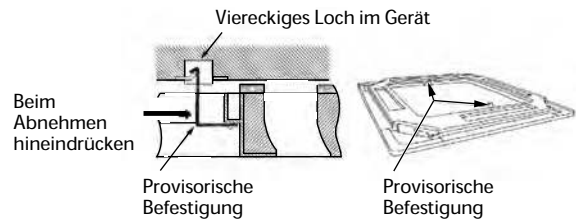
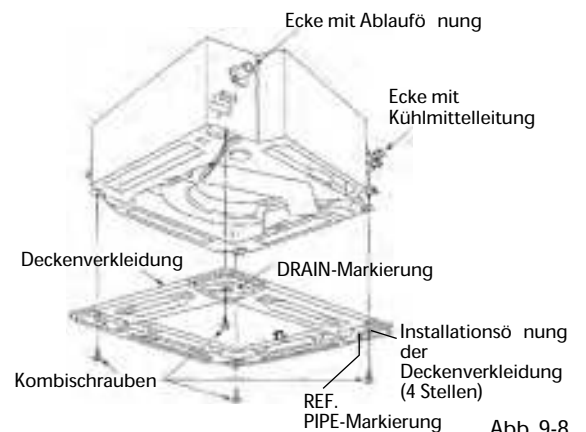

Abb. 9-7
Abb. 9-8
- (1) Die provisorischen Befestigungen (Edelstahl) an der Innenseite der Deckenverkleidung in die viereckigen Löcher der Einheit einsetzen, um die Deckenverkleidung vorläufig in dieser Position zu arretieren. (Abb. 9-7)
- Zum Abnehmen der Deckenverkleidung die Deckenverkleidung abstützen, und gleichzeitig die provisorischen Befestigungen nach außen drücken. (Abb. 9-7)
- (2) Die Installationsöffnungen für die Deckenverkleidung und die Schraubenlöcher der Einheit ausrichten.
- (3) Die mitgelieferten Kombischrauben an den vier Deckenverkleidungs-Befestigungspunkten so festziehen, dass die Verkleidung sicher an der Einheit befestigt ist. (Abb. 9-8)